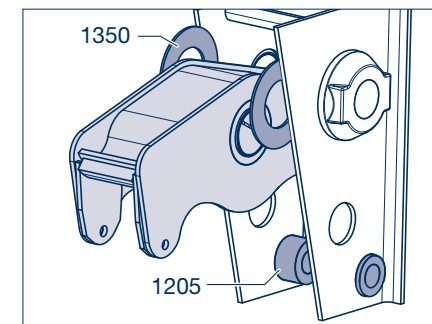

Рисунок 15
- [9] Вынуть балансиры, при необходимости с кольцами (1350, рисунок 15), из кронштейна.